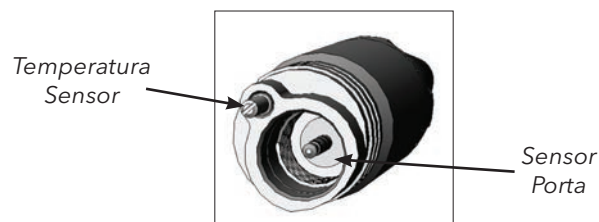

Figura 3.
“Antepara” refere-se à extremidade do sensor do conjunto de sonda/cabo, onde está instalado um eléctrodo de iões selectivo (ISE - pH ou ORP) (figura 3). O sensor de temperatura está localizado perto da porta do sensor, na antepara, e não é substituível.
1. Coloque a porta do sensor no cabo 60510; consulte a figura 3.